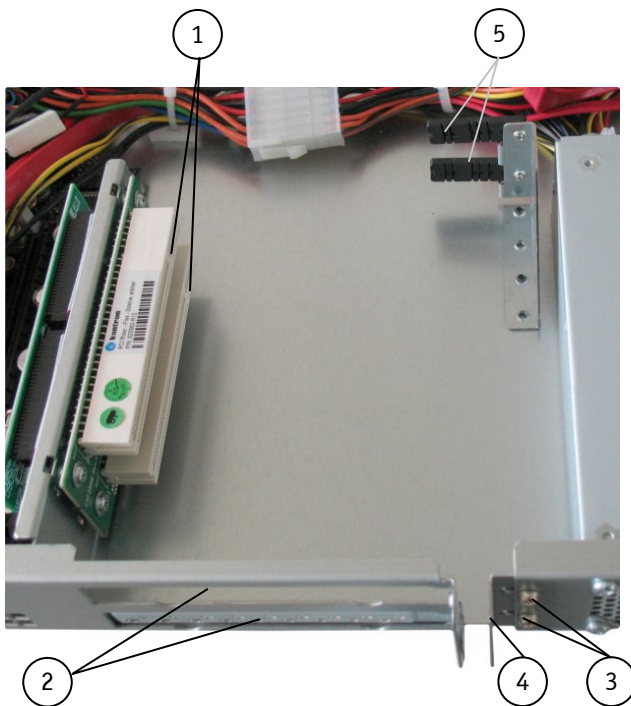
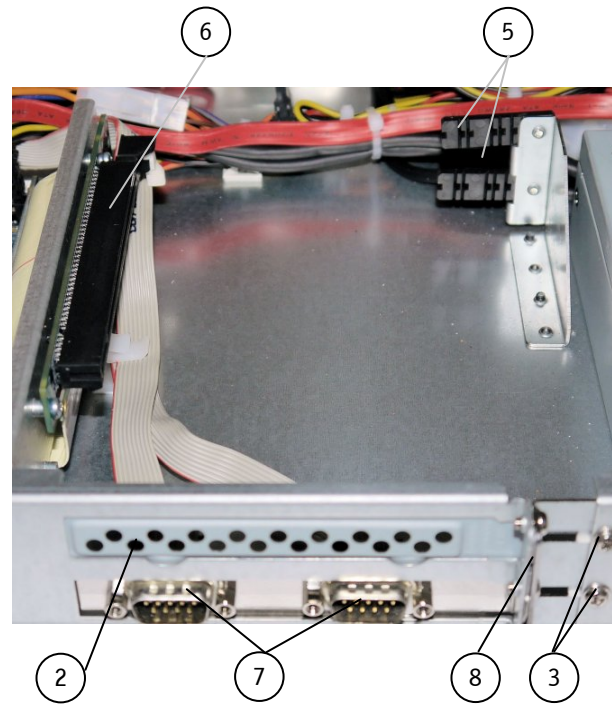

Abb. 20: Detail mit Karten-Slots, geöffnetem Schieber, PCI-Steckplätze (Konfig. mit KTGM45)
Abb. 21: Detail mit Karten-Slot, geschlossenem Schieber, PCIe x16-Steckplatz (Konfig. mit KTQM77)
#### Legende für Abb. 20 und Abb. 21:
9. Schieben Sie den Schieber (Abb. 20, Pos. 4) nach links, bis dieser fest auf der Karten-/Slot-Blende aufliegt.
11. Ziehen Sie die Befestigungsschrauben des Schiebers (Abb. 20, Pos. 3) fest an.